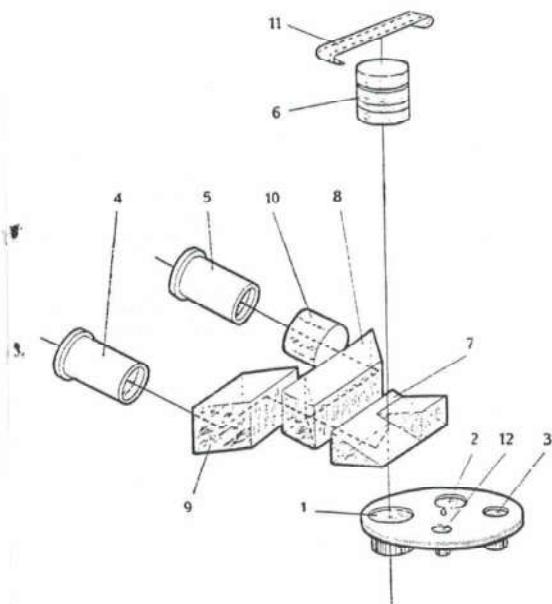

Рис. 1
Оптическая схема микрофотонасадки показана на рис. 1. Лучи света, проходящие через объектив микроскопа, падают на одну из оптических систем 1, 2 или 3, которая совместно с объективом переносит изображение объекта в фокальные плоскости окуляров 4, 5, а совместно с объективом и гомалом 6 — в плоскость фотопленки.
Установка того или иного увеличения насадки, а также установка системы для рассматривания выходного зрачка объектива производится вращением диска 13 за накатную часть. Диск имеет четыре фиксированные положения. На цилиндрической части диска нанесены цифры «1,1», «1,6», «2,5» и буквы «ФК». Фиксатор, цифры и буквы расположены так, что при включении оптической системы 1 (см. рис. 1), 2 или 3 цифры, показывающие увеличение, устанавливаются против окна, находящегося сзади корпуса 14 (см. рис. 2) насадки; при включении системы 12 (см. рис. 1) против окна устанавливаются буквы «ФК».
В оптическую систему насадки рукояткой 15 (см. рис. 2) может быть включена или та часть призмы 7 (см. рис. 1), которая полностью отражает пучок лучей на призму 8, или же часть призмы, отражающая на призму 8 около 10% света и пропускающая остальную часть на пленку 11 фотокамеры. При ввинтной рукоятке 15 (см. рис. 2) происходит полное отражение света, при выдвинутой — частичное.
токамерой 19 и тросиком 20. В трубку 18 вмонтирован гомал 6 (см. рис. 1).
Бинокулярный тубус имеет два корпуса 21 (см. рис. 2) — левый и правый — с окулярными трубками 22, в которые вставляются парные компенсационные окуляры 7\*. Корпуса 21 можно раздвигать в пределах 55—75 мм в зависимости от расстояния между глазами наблюдателя. Установка окулярных трубок по глазам наблюдателя производится разворотом тубусов. Тубусы должны быть установлены так, чтобы поля зрения левой и правой трубок слились. Внутри корпусов расположены призмы 8 (см. рис. 1), 9 и компенсатор 10.
2. Ввести в оптическую систему ту часть призмы 7 (см. рис. 1), которая полностью отражает световой пучок; для этого рукоятку 15 (см. рис. 2) выдвинуть до упора.
2. Ввести в оптическую систему ту часть призмы 7 (см. рис. 1), которая отражает приблизительно 10% лучей; для этого рукоятку 15 (см. рис. 2) выдвинуть до упора.
5. Проверить настройку освещения в микроскопе. Для этого включить систему  $I2$  (см. рис. 1), позволяющую рассматривать выходной зрачок объектива, и проверить резкость и центральность изображения источника света в зрачке. Затем, включив систему  $I$ ,  $2$  или  $3$ , проверить резкость и центральность изображения полевой диафрагмы микроскопа.